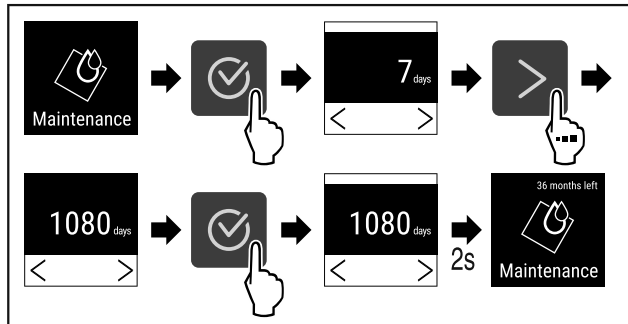

Fig. 69
- ▶ Εκτελέστε τα βήματα ενεργειών (βλέπε Fig. 69).